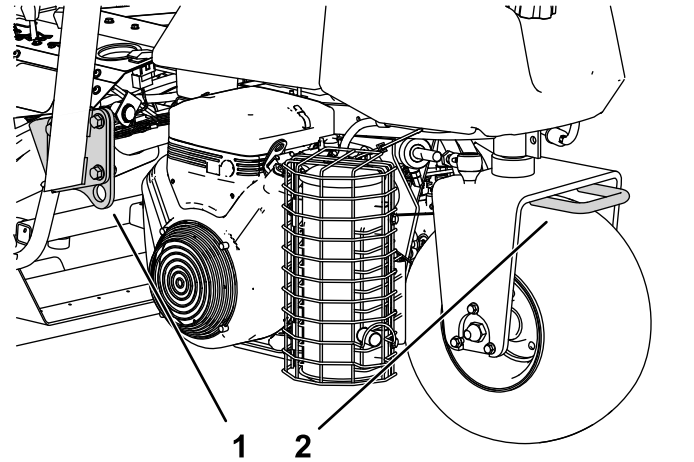

Bild 28
- Befestigen Sie die Maschine sicher mit Gurten, Ketten, Kabeln oder Seilen. Die vorderen und hinteren Gurte sollten nach unten und außerhalb der Maschine verlaufen (Bild 28).